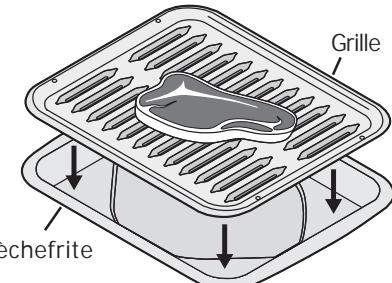

Fig. 4
- Lorsque vous utilisez une lèchefrite pour la cuisson au gril, assurez-vous d'utiliser une lèchefrite et une grille approuvées par Electrolux Home Products, Inc. (Fig. 4).